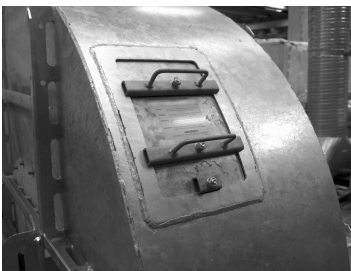

Abb. 17
3. Kontrollieren, dass der Rotor unbehindert läuft. Dazu die Inspektionsluke öffnen und den Rotor mit der Hand drehen. Siehe Abb. 17. Treten keine Misslaute auf, kann die Inspektionsluke wieder geschlossen werden und ein Probelauf des Ventilators erfolgen. Der in Abschnitt "4.5 Startvorgang" beschriebenen Vorgehensweise folgen.